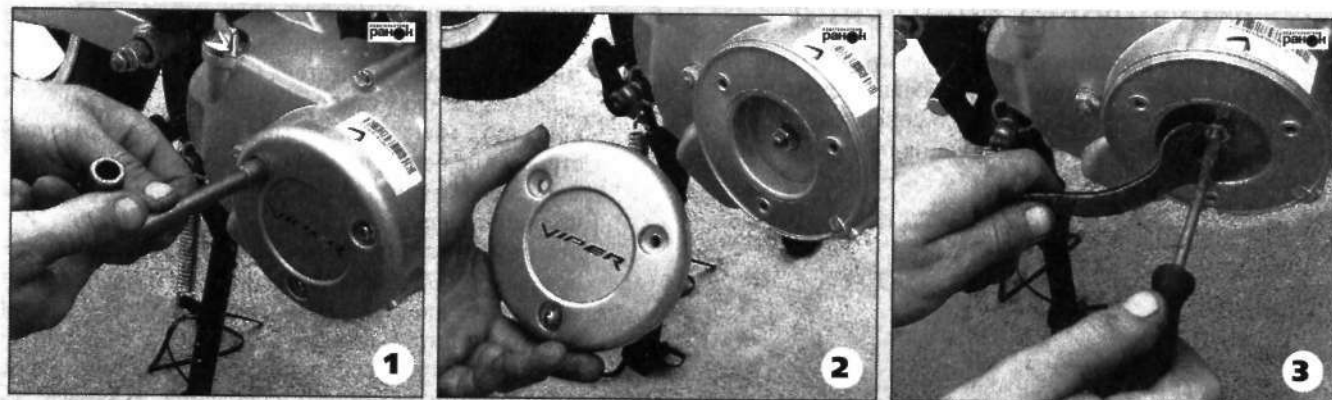

Рис. 54. Регулировка сцепления
- открутив винты крепления снять правую декоративную накладку двигателя (рис. 54);
- затянуть стопорную гайку («контргайку») 4. Расположение инструмента показано на рис. 54.